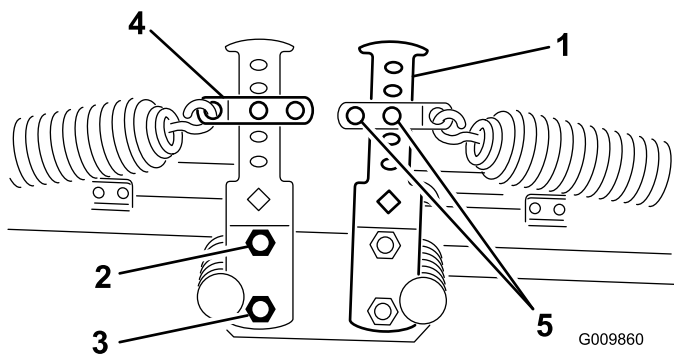
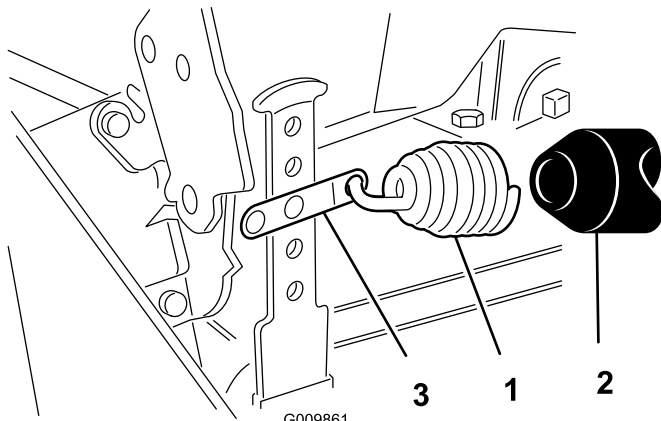

Bild 12
Bild 13
2. Befestigen Sie das andere Ende der Feder mit der Federkette, dem Lastösenbolzen und dem Splint am entsprechenden Loch (siehe unten) an den vorderen und hinteren Gegengewichtarmen (Bild 12 und Bild 13).
4. Befestigen Sie das untere Ende des Gegengewichtarms mit der vorher abgenommenen Schraube und Mutter am Rahmen. Ziehen Sie die obere Schraube fest (Bild 12).